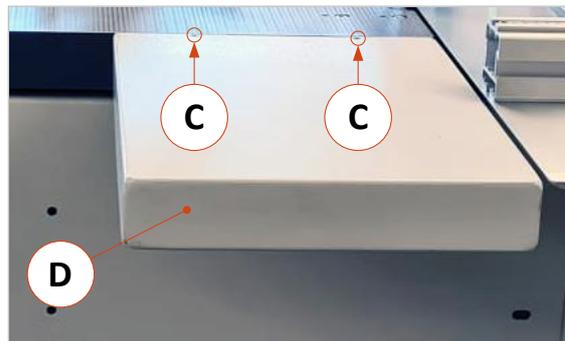

Abbildung 46: Höheneinstellschrauben
- Falls erforderlich, kann die Vorderkante des Erweiterungstisches an den Maschinentisch angepasst werden. Hierzu befinden sich (wie auch in ⇒ Abbildung 46 gezeigt) in der Oberseite der Tischplatte zwei kleine Bohrungen mit Höheneinstellschrauben. Zur Einstellung wird ein SW 3 Innensechskantschlüssel benötigt.
- Nach erfolgter Einstellung die Schrauben (A) gut festziehen.
- Die Höhe der von der Maschine abgewandten Seite wird über die beiden Stellfüße (E) eingestellt. Hierzu wird ein SW 19 Maulschlüssel benötigt.